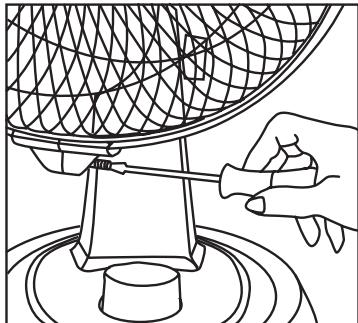

Fig. 5
5. Monte la rejilla frontal (1) en la guía existente en el aro de unión (8), se escuchará un "clic", después atornille el tornillo de seguridad (9). (**Fig. 5**)
5. Mount the front grille (1) using the guide on the connecting ring (8). You will hear a "click". Proceed to tighten the safety screw (9). (**Fig. 5**)